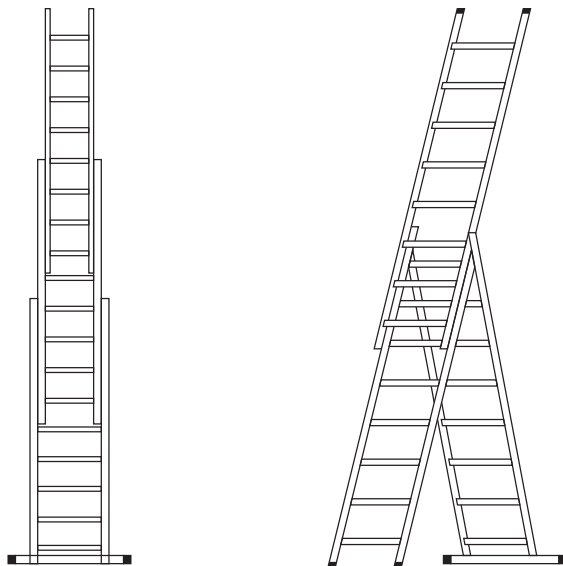

Рис. 4, 5. Выдвижная приставная лестница. Двухсторонняя лестница с выдвижной лестницей
3. Выдвиньте первую секцию из второй на необходимую длину и закрепите защелку (рис. 4). Затем выдвиньте вторую секцию из третьей на необходимую длину и закрепите защелку.